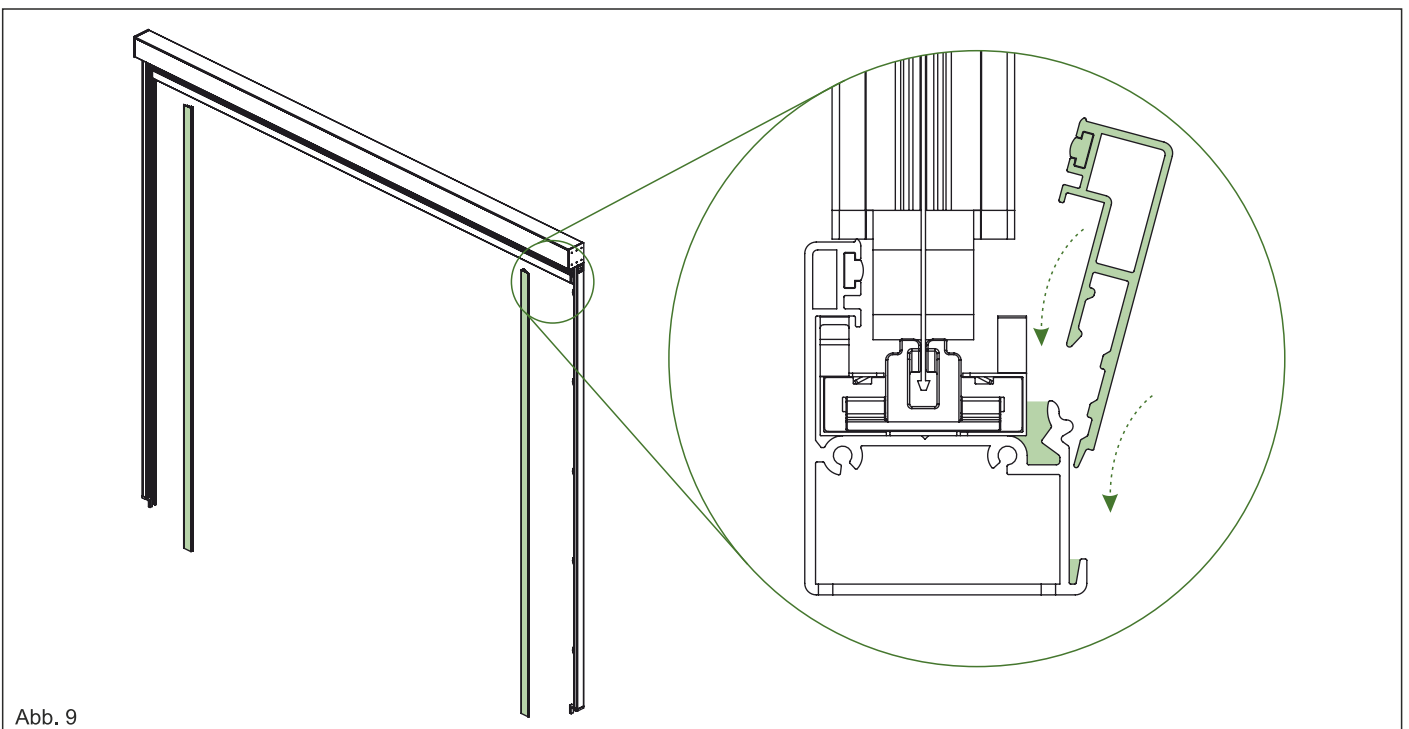

Abb. 9
8. Setzen Sie die Abdeckungen der Seitenelemente in die dafür vorgesehenen Rillen der Schienenführungen ein damit diese einrasten. Siehe Abb. 9.